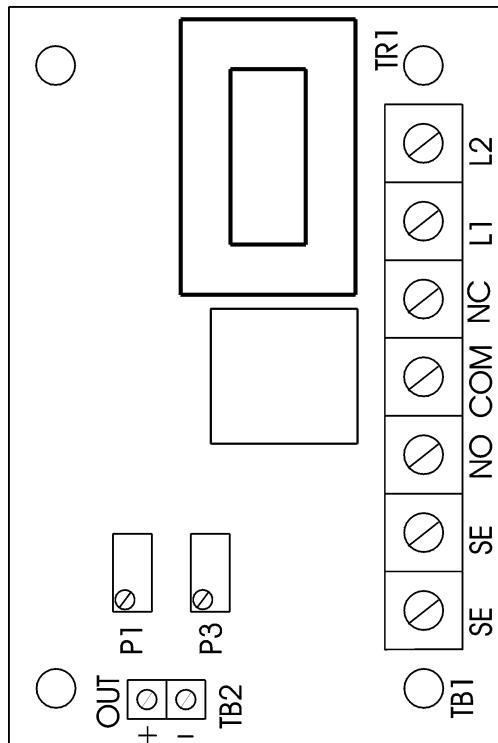

Figura 10
- Localice la tarjeta de circuitos de la alarma de alta humedad. (refiérase a la figura 10)
12. Con un desatornillador pequeño, ajuste P1 en la tarjeta electrónica de alta humedad (Figura 10) enrosque y desenrosque. Encuentre los puntos de ajuste cuando los contactos se abran y se cierren. Deje el ajuste cuando los contactos apenas se cierren.